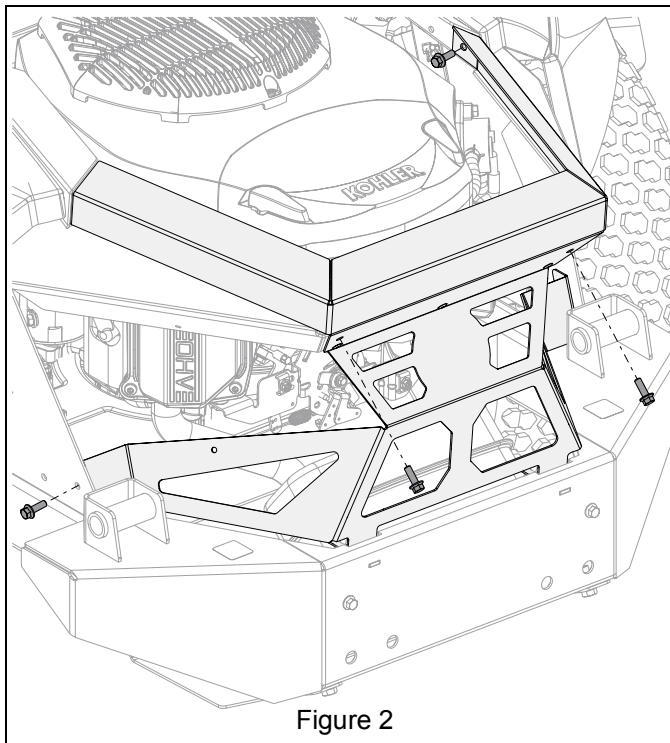

Figure 2
1. Retirer la visserie qui fixe l'épaulement du moteur, puis retirer l'épaulement. Voir la Figure 2.
6. Remettre en place l'épaulement du moteur et le fixer avec la visserie retirée auparavant. Voir la Figure 2.